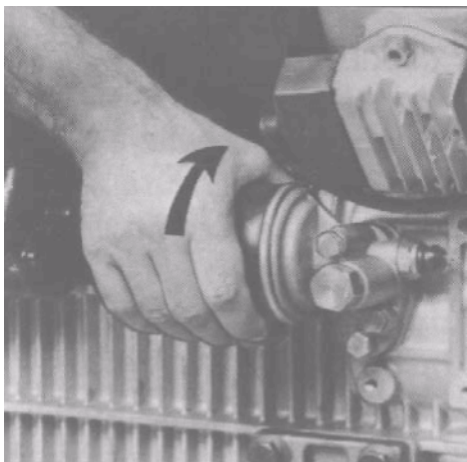

Рис. 12
- b) Выкрутите и удалите масляный фильтр (см рис. 12)